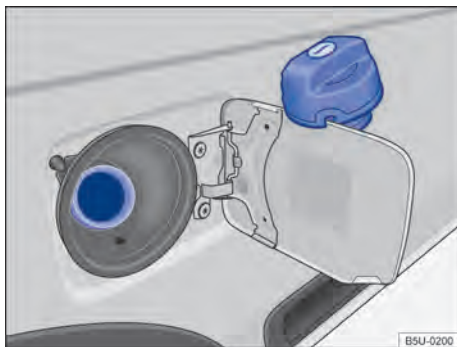

Fig. 125 Portinhola do tanque de combustível aberta com a tampa do tanque de combustível pendurada.
- Girar a tampa do tanque no sentido anti-horário e pendurá-la em cima da portinhola do tanque de combustível → Fig. 125.